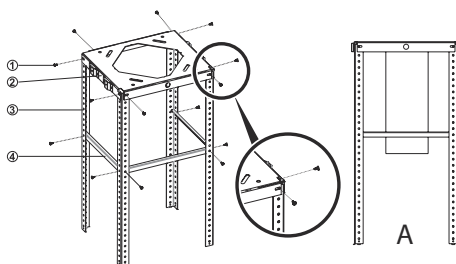

Fig. 11
1. ➤ Montera stängerna (3) på takplattan genom att skruva fast dem med 8st 3,5x9,5 skruvar (1). Observera att hacken i stängerna ska passa takplattan (Fig. 11).
2. ➤ Stabiliseringsbeslaget ska monteras mellan stängerna (4) med 6st 3,5x9,5 skruvar (1) Fig. 11).
3. ➤ Koppla utsugskanalen till fläktens utsug (Fig. 11/A).